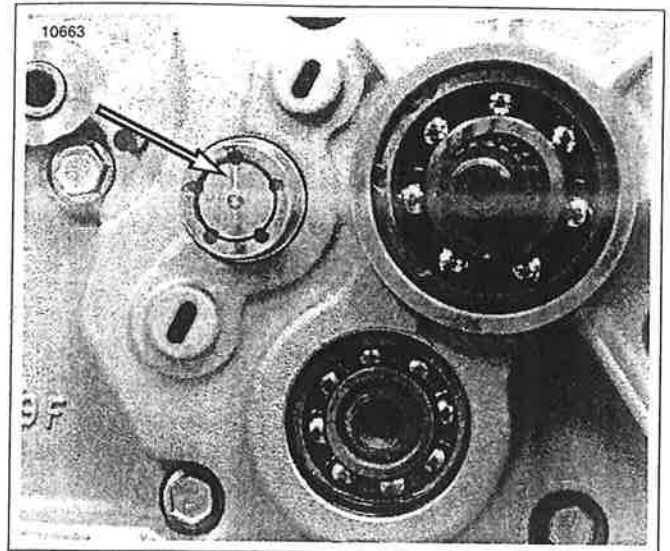

Figura 6-30. Línea marcada en el tambor de cambios en la posición de las 12 horas del reloj (transmisión en neutro)
10. Vea la Figura 6-30. Marque una línea en el extremo del tambor de cambios en la posición de las 12 horas del reloj para referencia posterior.